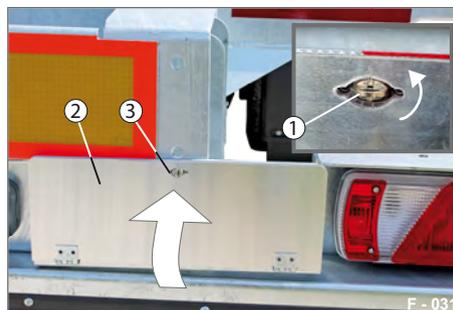

Abb. 50 Warttafel zuklappen
- ▶ Klappen Sie die Teilhälfte (Abb. 50/2) der Warttafel hoch.
- ▶ Drehen Sie den Drehverschluss (Abb. 50/1) in senkrechte Stellung.